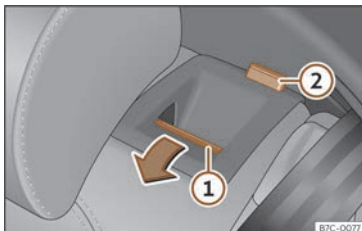

Fig. 99 Bancheta spate: rabatarea spătarului.
- Apăsăți butonul de deblocare >>> **fig. 99** ① către față și în același timp rabatați spătarul. Dacă marcajul roșu al butonului ② este vizibil, spătarul banchetei nu este fixat pe poziție.